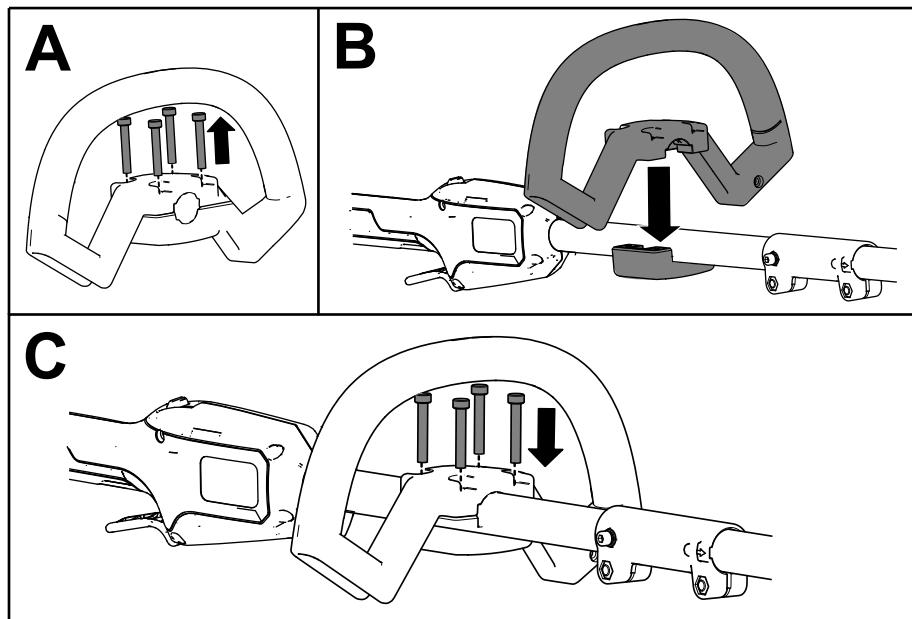

Figura 5
1. Separate l'impugnatura ausiliaria dalla piastra dell'impugnatura rimuovendo le 4 viti a esagono incassato utilizzando la chiave a brugola in dotazione (A della Figura 5).
2. Allineate l'impugnatura ausiliaria alla piastra dell'impugnatura ausiliaria sull'albero (C della Figura 5).
3. Fissate l'impugnatura ausiliaria alla piastra dell'impugnatura con le 4 viti a esagono incassato rimosse in precedenza (C della Figura 5).